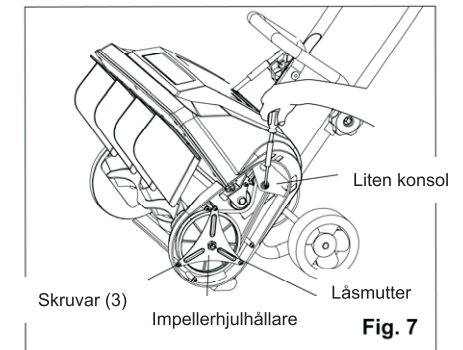

Fig. 7
- Lossa en skruv och den lilla konsolen (bild 7).
- Ta bort låsmuttern och de tre (3) skruvarna (bild 7).
- Ta bort impellerhjulhållaren med en skruv- eller mutterdragare (bild 7).